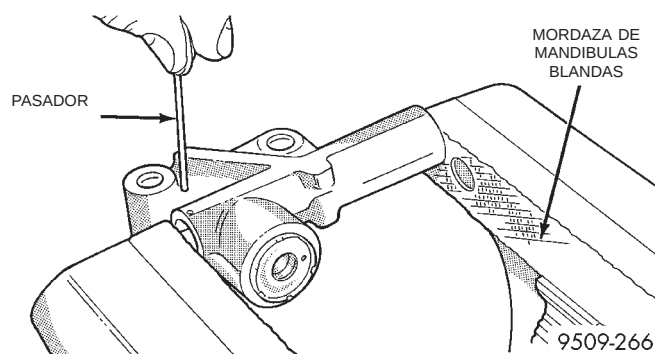

Fig. 63 Compresión del tensor de la correa de distribución
(1) Al retirar el tensor del motor es necesario comprimir el émbolo en el cuerpo del tensor.
(2) Coloque el tensor en una mordaza y comprima lentamente el émbolo (Fig. 63).
(3) Cuando se comprima el émbolo en el cuerpo del tensor, instale un pasador a través del cuerpo y el émbolo (Fig. 63).